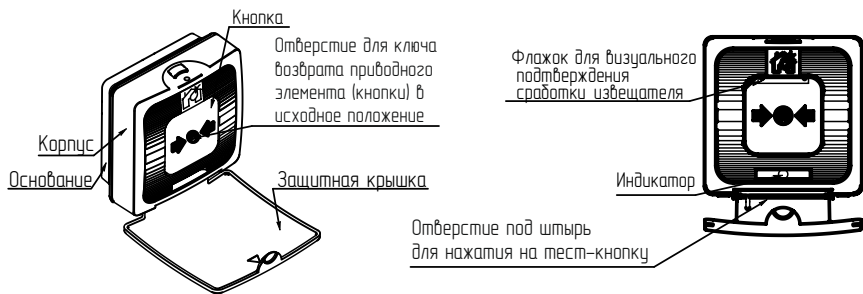

Рисунок 1
2.1 Извещатель передает тревожный сигнал «Пожар» по АЛС в ПКП и КАУ при нажатии на приводной элемент (кнопку) с усилием свыше 25 Н. При этом появляется флажок желтого цвета (см.рисунок 1), что обеспечивает визуальное подтверждение о сработке извещателя. После снятия усилия кнопка извещателя остается в нажатом состоянии. Для возврата кнопки в исходное положение применяется ключ, входящий в комплект поставки.
7.1 Нажать с помощью штыря В 0,8 мм (например, с помощью разогнутой канцелярской скрепки) на тест-кнопку (Рисунок 1). Контролировать: